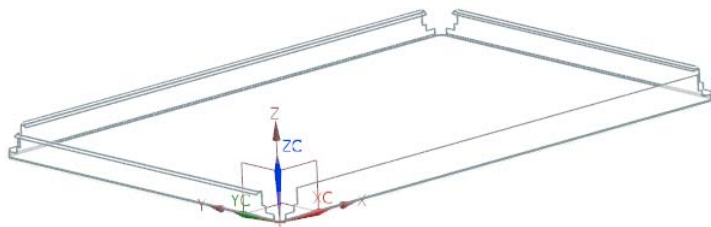

图 2-53 创建弯边特征 7
(7) 在“弯边”对话框中, 单击  按钮, 创建弯边特征 7, 如图 2-53 所示。